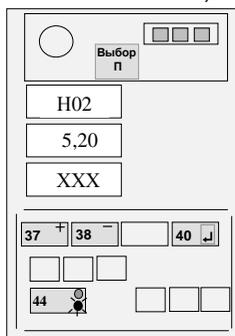

Рисунок 10
4.4.4 Нажимая кнопку ВЫБОР "П" (36), установить на верхнем ИЖЦ код "Н02" (индикация вылета стрелы, см. рисунок 10).
4.4.5.3 Изменяя положение датчика угла наклона стрелы, добиться отображения на среднем ИЖЦ значения вылета, указанного в правом столбце таблицы 3 с погрешностью не более  $\pm 0,01$  м (см. рисунок 10) для установленного значения вылета по рулетке.
4.4.7 Нажимая кнопку 44, набрать на верхнем ИЖЦ код "H02" (см.рисунок 10).